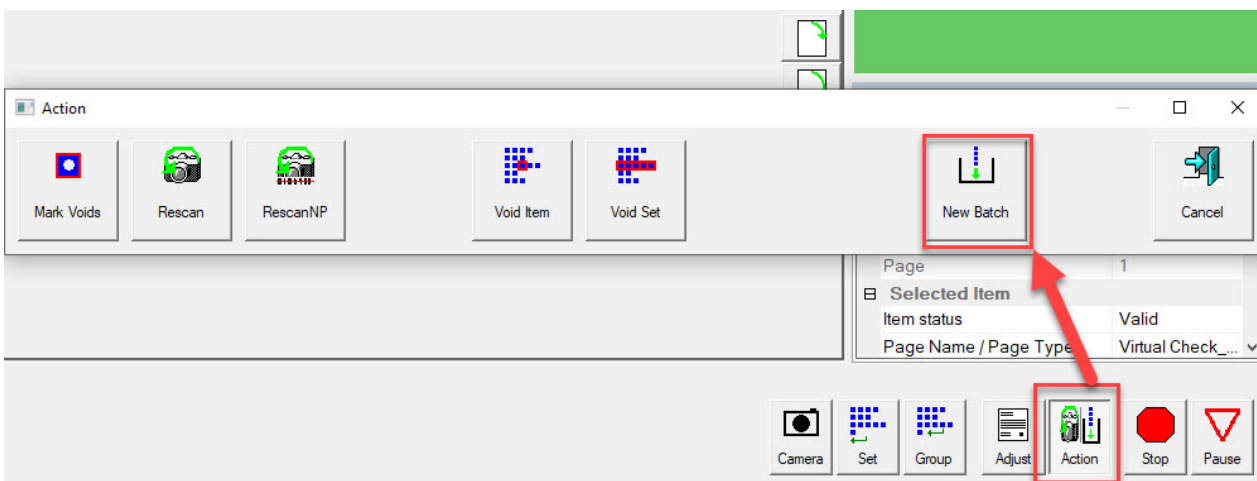

図 4-9 : Action (アクション) - New Batch (新規バッチ)
- ジョブ実行中に、**Action** (実行) ボタンをクリックして **New Batch** (新規バッチ) を選択して、次にスキャンする文書で新規バッチを開始します (図 4-9)。